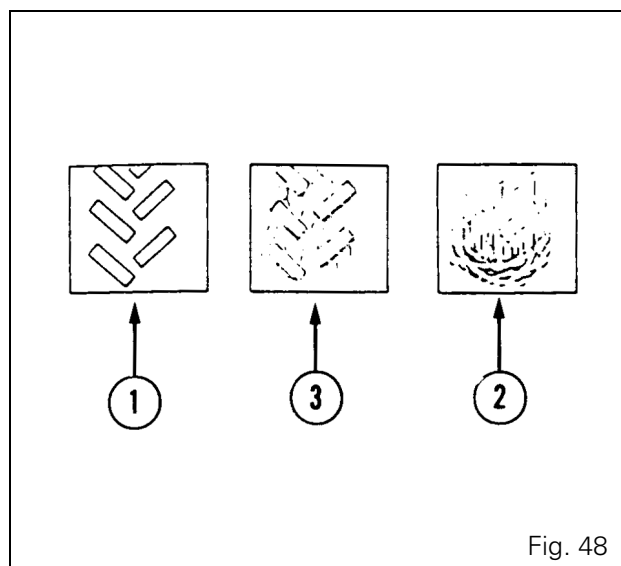

Fig. 48
Fig. 48: Es posible que, en determinadas situaciones, se desee aplicar un mayor lastrado al tractor para aumentar la potencia de tracción de la barra de tiro y disminuir el exceso de patinaje de las ruedas. Dicho peso suplementario puede obtenerse añadiendo una solución de cloruro de calcio en los neumáticos, contrapesos de fundición en las ruedas o incluso un contrapeso de lastrado extraíble en la parte delantera. La cantidad necesaria dependerá de las condiciones del suelo y de los trabajos a realizar.
2. Adaptar el peso total del tractor conservando la proporción 40/60 hasta que la marca de los neumáticos aparezca similar a la que se presenta en el diagrama 2 de la Fig. 48.